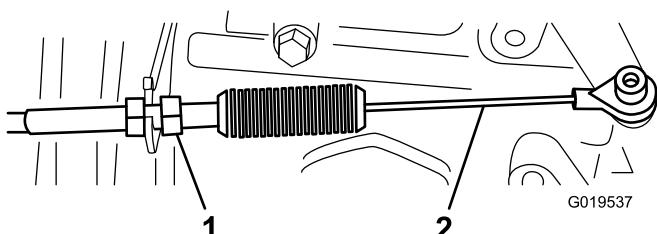
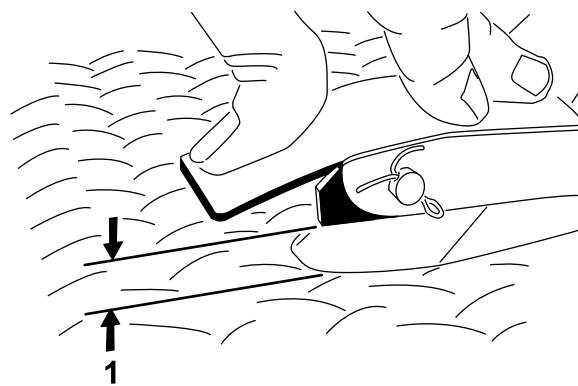

Рисунок 67
Рисунок 68
- Отрегулируйте шаровой шарнир на тросике акселератора (Рисунок 67) таким образом, чтобы зазор между рычагом педали акселератора и верхом доски пола с ромбовидным рисунком составлял от 2,54 до 6,35 мм (Рисунок 68), когда к центру педали прикладывается усилие 11,3 кг.
- Затяните контргайку (Рисунок 67).